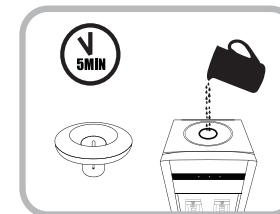

Fig.2
3. Remplissez le réservoir d'eau avec de l'eau du robinet à pleine capacité jusqu'à ce que le niveau se stabilise à 1 pouce (2,5 cm) au-dessus de l'Entonnoir d'Eau Chaude. Laissez l'eau reposer dans les réservoirs d'eau chaude et froide pendant 5 minutes. (Fig. 2)